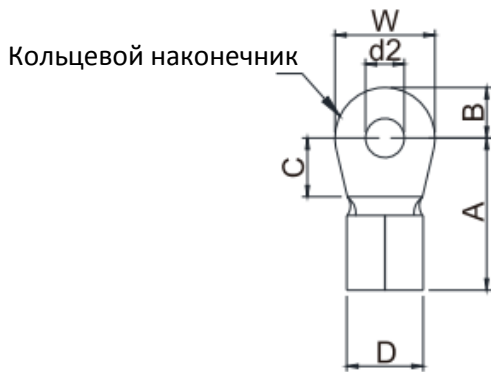

Рис. 5-9
- Для подключения силовых клемм используйте соответствующие кольцевые кабельные наконечники. Спецификации наконечников указаны на рис. 5-9 и 5-10. Для других типов подключений используйте кабели, соответствующие локальным требованиям.